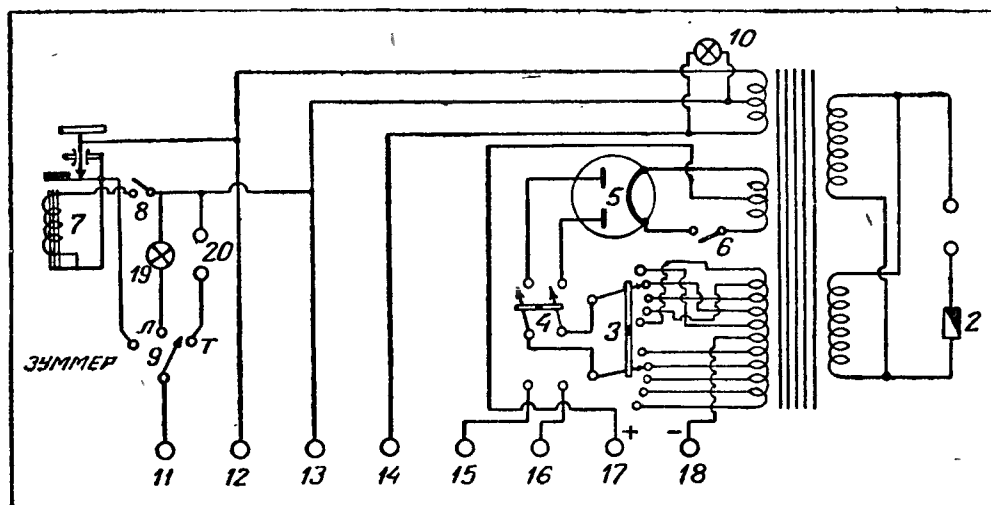

Рис. 7
Полная схема ящика питания показана на рис. 7. В первичную обмотку трансформатора включен плавкий предохранитель (2) на 0,5 А. Выводы повышающей обмотки подведены к сдвоенному контактному переключателю (3), помещенному на одной панельке с двухполосным рубильником-переключателем (4). От гнезд этого рубильника идут провода к клеммам переменного тока (15, 16) и к анодам кенотрона (5). В цепи питания кенотрона находится выключатель (6), выключающий накал в то время, когда постоянный ток не нужен. Наконец во вторую понижающую обмотку включены приборы питания мостика—зуммер (7) со своим выключателем (8) и приборы испытания, а именно: лам-